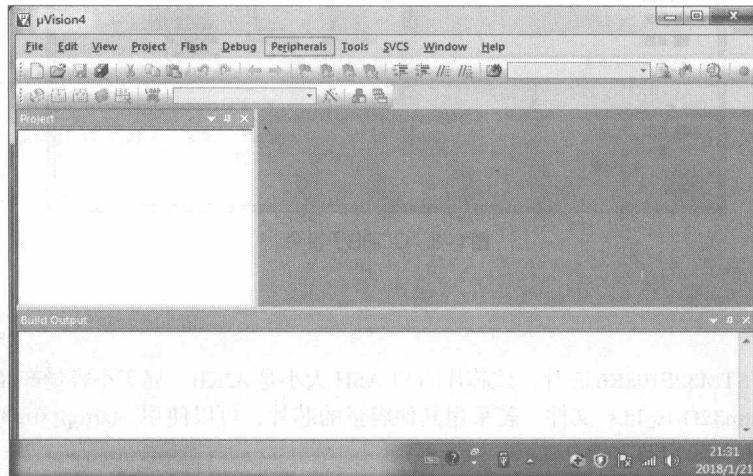

图 1-5 Keil μVision4 集成开发环境
(1) 运行 Keil μVision4 软件。第一种方法是双击桌面上的 Keil μVision4 图标；第二种方法是单击桌面左下方的“开始”→“程序”→“Keil μVision4”，进入 Keil μVision4 集成开发环境，如图 1-5 所示。